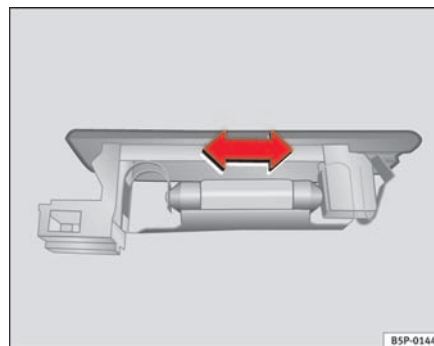

Abb. 188 Gepäckraumbeleuchtung
- Die Lampe zur Seite drücken und aus ihrer Halterung herausnehmen ⇒ Seite 259, Abb. 188 ■